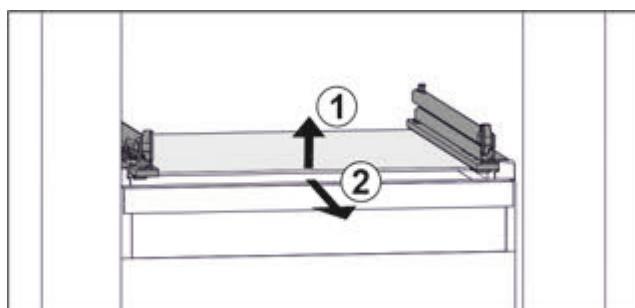

Fig. 47 Приближене відображення скляної пластини
- Підняти скляну пластину спереду. Fig. 47 (1)
- Вийняти скляну пластину рухом вперед. Fig. 47 (2)